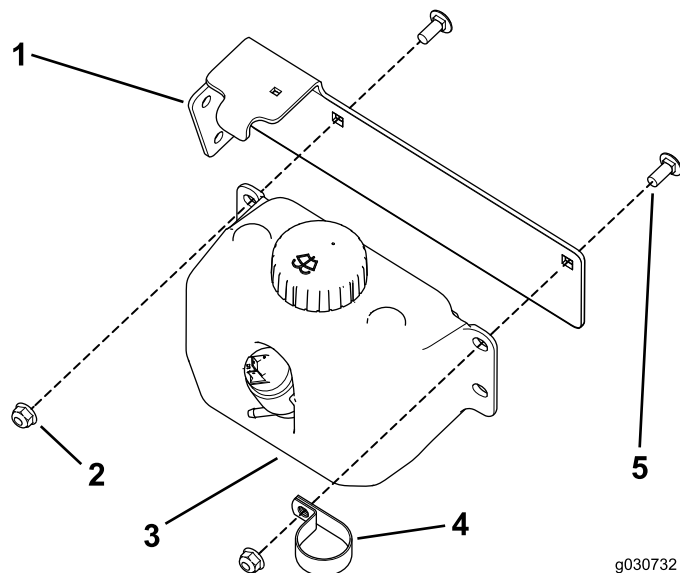

图34
3. 使用 2 个托架螺栓 (5/16 x 3/4 英寸) 和凸缘螺母 (5/16 英寸)，将冲洗瓶和 R 形夹固定到水箱支架上 (图34)。